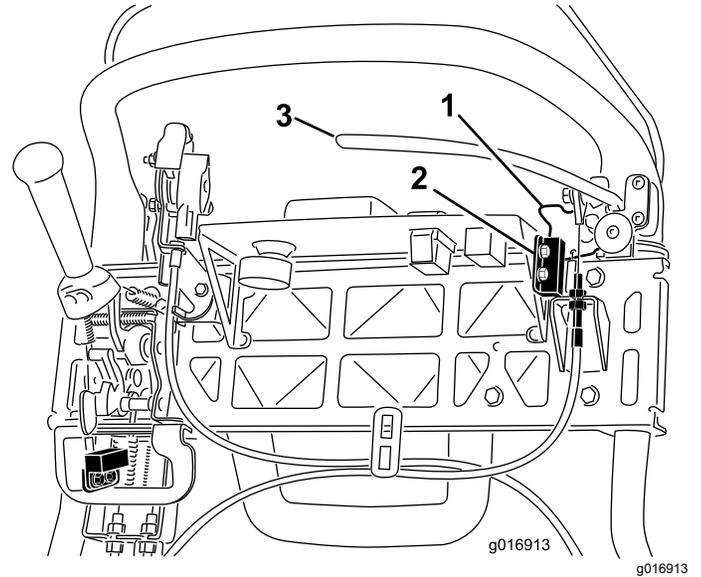

图 42
4. 松开并取下联锁开关安装紧固件图 42。
5. 在手刹锁定装置与联锁开关之间放入 1.6mm 厚的塞尺(图 42)。